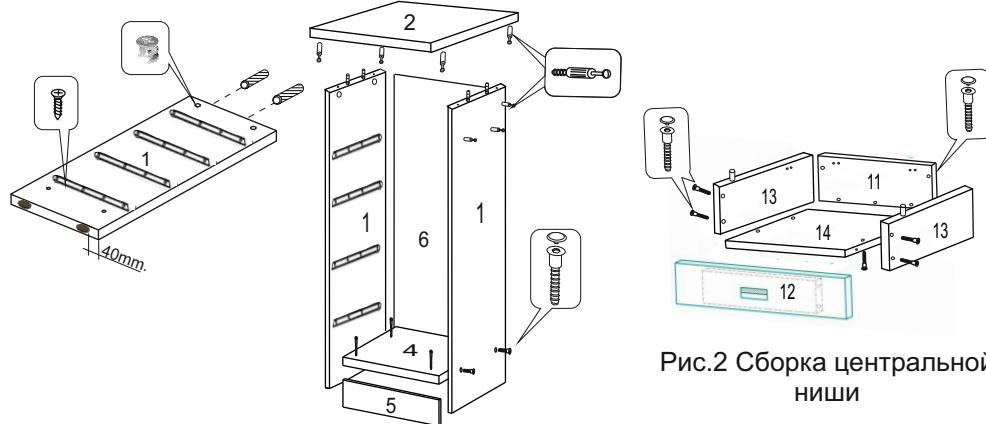

Рис.1 Сборка боковых тумб
- К нижним торцам боков (дет. 1) приклейте подпятники (Ф-9). Установите штанги (Ф-8) в торцевые отверстия, а в отверстия диаметром 15 мм вставьте эксцентрики (Ф-2) (рис. 1).
4. Присоедините боковые стенки (дет. 1) с помощью конфирматов (Ф-6) таким образом, чтобы у левой тумбы правая боковина имела на наружной поверхности три отверстия (рис. 1). У правой тумбы левая боковина тоже должна иметь аналогичные отверстия. В данные отверстия вверните винты (Ф-1).